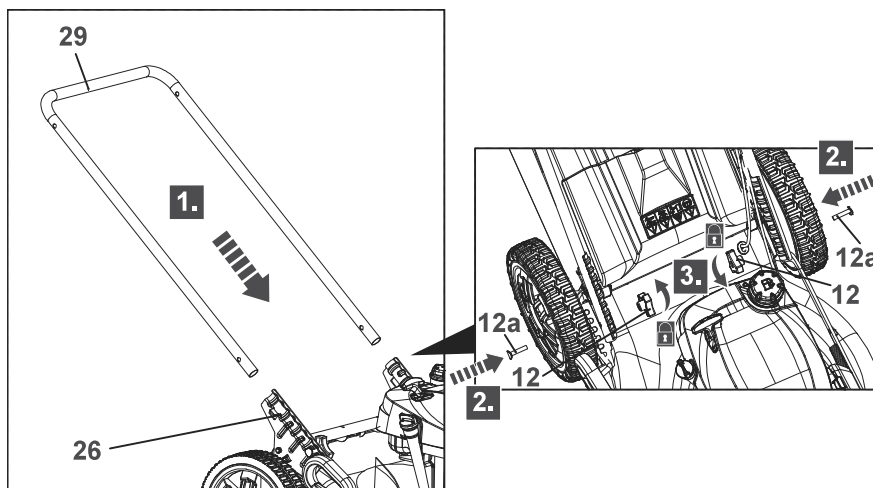

Fig. 1
2. Deslize o guiador inferior (29) para as calhas dos dois suportes do guiador (26). Alinhe os orifícios de montagem do guiador inferior (29) com os suportes do guiador (26) (Fig. 1, passo 1).
3. Passe o parafuso de montagem (12a) pelos orifícios de montagem até ao final (Fig. 1, passo 2).
4. Fixe o guiador inferior (29) com os suportes de mão (26) rodando o botão (12) no sentido dos ponteiros do relógio para apertar (Fig. 1, passo 3). Certifique-se de que o cabo do travão (6), o cabo de autopropulsão (7) e o cabo de velocidade (8) passam na parte superior do guiador inferior (29).